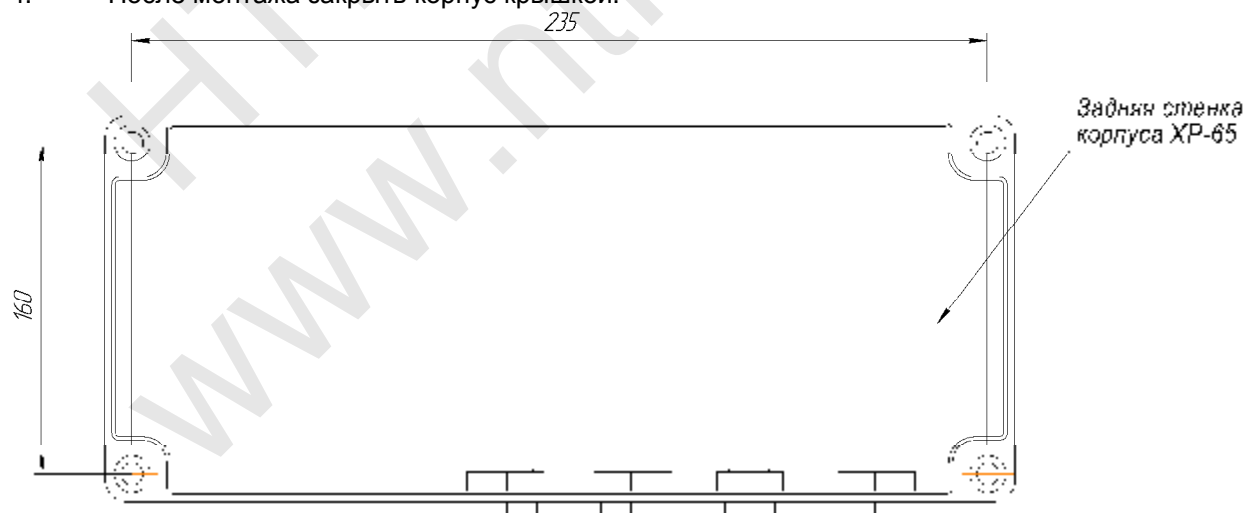

Рисунок 8. Разметка крепежных отверстий блока XP-65 для крепления на стене.
1. В стене производственного помещения в удобном месте сделать четыре гнезда для дюбелей шурупов М4 (см. **Рисунок 8**). Шурупы и дюбеля к ним в комплект поставки не входят.